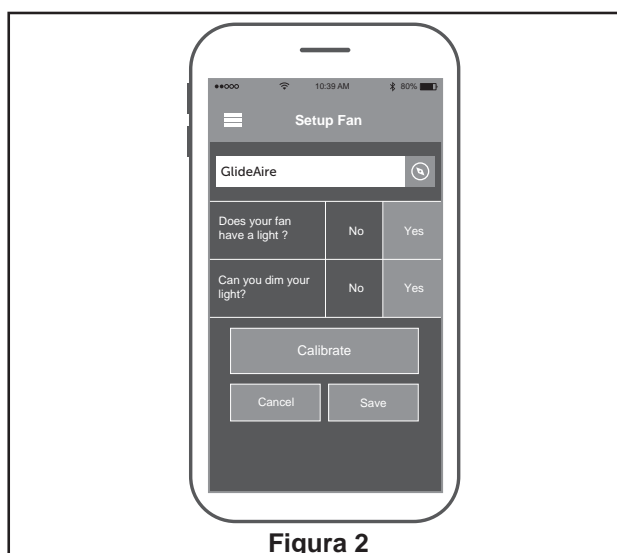

Figura 2
Para evitar una posible descarga eléctrica, asegúrese de cortar la alimentación eléctrica de la caja de fusibles principal antes de alambrado el ventilador. (Figura 2)
2. Coloque y ajuste firmemente la cubierta para el tornillo de la base sobre los tornillos de reborde de la abrazadera para colgar mediante el mecanismo de seguro por giro del chavetero. (Figura 2)
- 2.** Restaure la fuente de alimentación de la toma de corriente enciendo la electricidad del fusible principal. (Figura 2)
2. Ponga un nombre a su ventilador, responda a las preguntas sobre la iluminación, seleccione guardar y su ventilador estará listo para ser utilizado. (Figura 2)